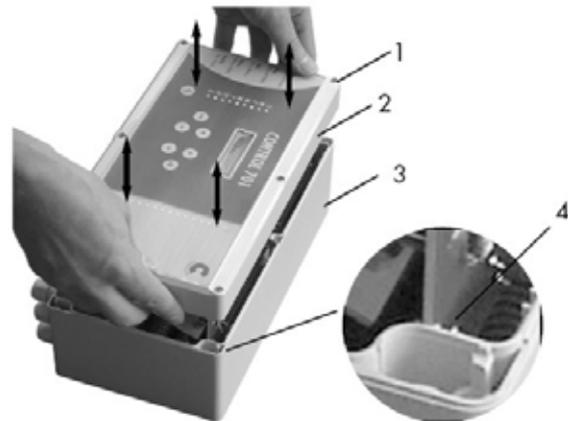

Figure 1: boîtier du CONTROL 701
L'appareil ne peut être monté qu'à l'intérieur. Mettre l'alimentation réseau hors tension. Après avoir desserré les vis (1) la partie supérieure du boîtier (2), peut être enlevée vers l'avant (voir fig. 1). Lors de la fermeture de la partie supérieure, il faut veiller à ce que la plaque qui se trouve sur le couvercle, s'emboîte dans les glissières (4) prévues dans la partie inférieure du boîtier. La partie inférieure du boîtier (3) peut être fixée au mur à l'aide de chevilles. Après cela, le raccordement électrique peut avoir lieu